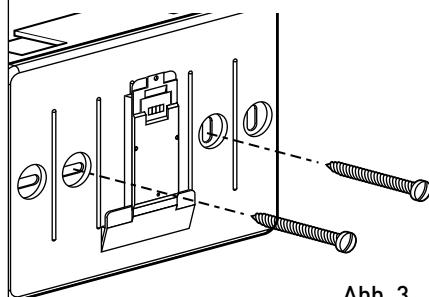

Abb. 3
- Befestigen Sie die Basis des Geräts an das Gehäuse an der Wand mit Hilfe der mitgelieferten Schrauben [Abb. 3],